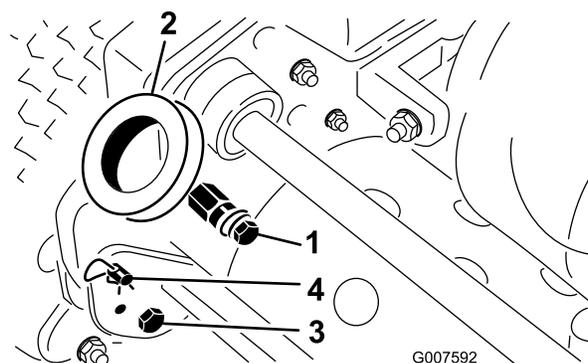

Figure 2
1. Retirez le boulon, la rondelle plate et la rondelle-frein de l'axe de montage de chaque côté de la machine (Figure 2).
2. Enlevez les boulons et les contre-écrous de fixation au bas des bras du guidon de chaque côté de la tondeuse (Figure 2).
3. Enlevez les goupilles fendues et les axes de chape qui fixent les bras à l'arrière du bâti (Figure 2).
- Insérez les extrémités du guidon dans les trous des bras du guidon et placez les trous en face des axes de montage (Figure 2).
- Retirez les goupilles fendues des axes de chape de chaque côté de la tondeuse (Figure 2).
- Soutenez le guidon et retirez les axes de chape de chaque côté pour monter ou descendre le guidon à la hauteur voulue (Figure 2).